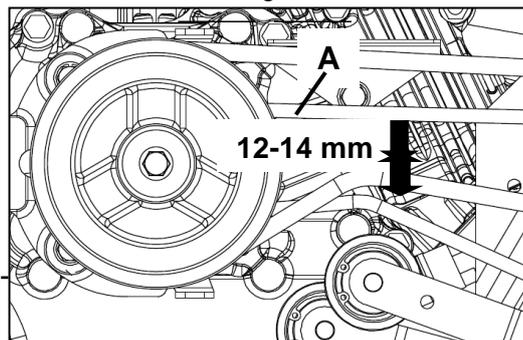

Figura 24
- Premere la cinghia con un dito sul punto (A, Figura 24); la cinghia deve spostarsi di 12-14 mm. Se la cinghia non si muove di conseguenza, regolare nuovamente il tensionamento.